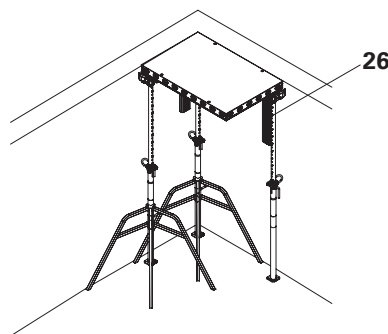

Fig. D2.05
7. Bloquer en position le panneau sur les deux voiles à l'aide du support de voile DUO 82 (26). (Fig. D2.05)